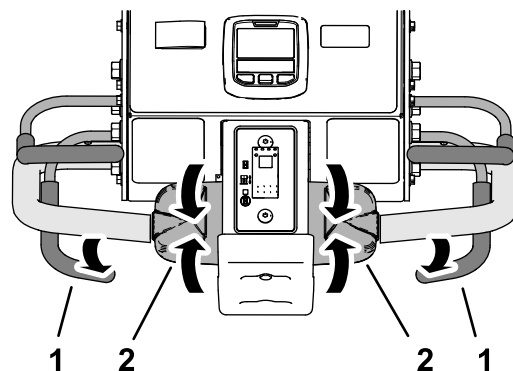

Figura 96
1. Se avete abbassato la testa di carotaggio, rilasciate la barra di arieggiatura (Figura 96).